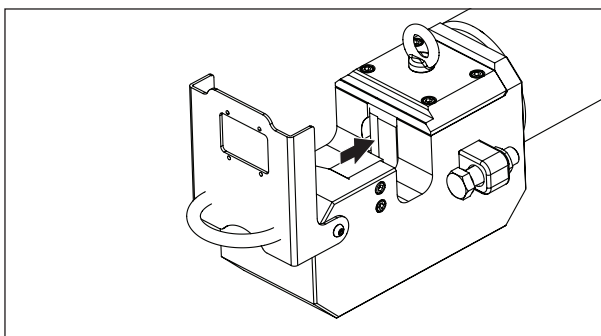

図8:ピストンおよびブレード（ホーム（完全に格納された状態）位置）
材料をカッティングヘッド内に配置する際は、必ずピストンと可動ブレードが完全に格納された「ホーム」位置になるようにしてください。図8を参照してください。
2. ピストンが「ホーム」(完全に格納された状態)位置であることを確認します。図8を参照してください。
- 1. ポンプを始動します。ピストンを「ホーム」(完全に格納された状態)位置に移動させます。図8を参照してください。
1. ポンプを始動します。ピストンを「ホーム」(完全に格納された状態)位置に移動させます。図8を参照してください。